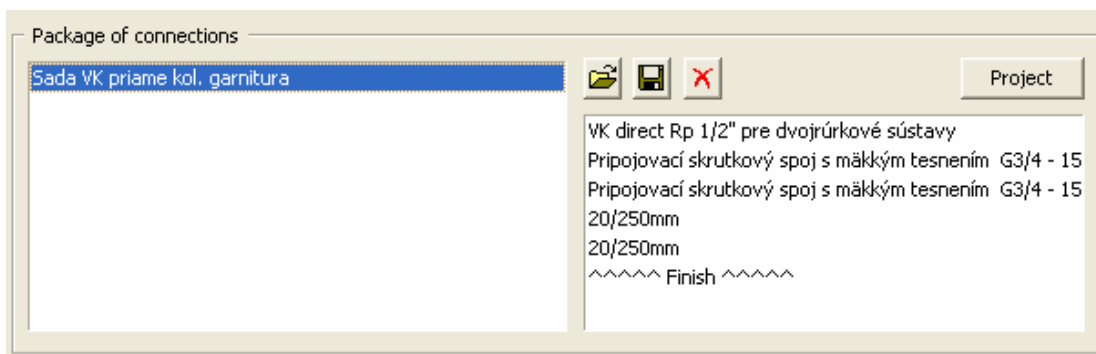

Рис. 3.2-18 Выбор комбинации присоединений
3. В поле с названием *Package of connections/Комплекты присоединений* в правой верхней части, программа предложит весь перечень комплектов присоединений, которые находятся в банке данных. Данный комплект выберете таким образом, что его выделите щелчком левой кнопки мыши. После этого в соседнем поле появится состав выбранного комплекта. Выберет напр. *Sada VK priame kol. garnitura 17/250/Комплект ВК прямые кол. арнитура 17/250* (Рис. 3.2-18)